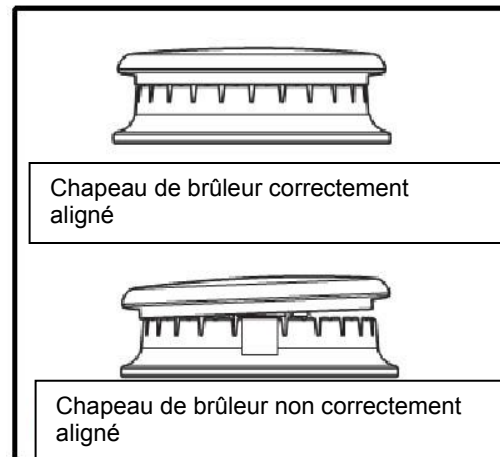

Figure 5
- Assurez-vous que chaque chapeau de brûleur soit correctement aligné et à niveau (voir Figure 5).